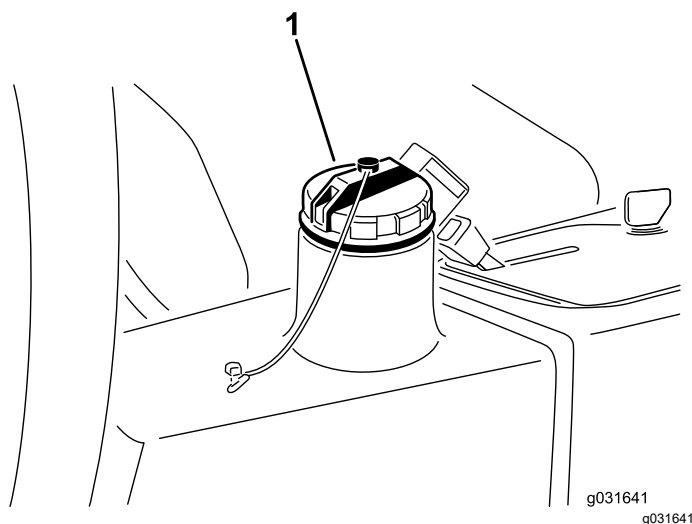

図 61
- 油圧オイルタンクの注油口とキャップの周辺をきれいに拭く **図 61**。
- オイルタンクのキャップを取る **図 61**。